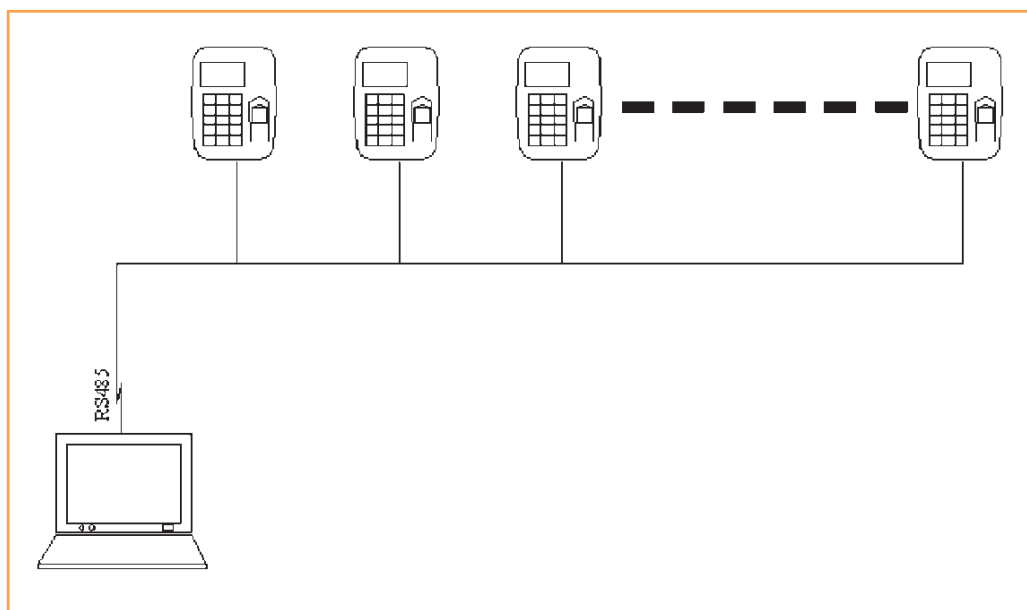

FIGURA 8
- INSTALACIÓN DE UN ILIMITADO NÚMERO DE μ AFIS CONECTADOS A UN ORDENADOR.(FIGURA 8)